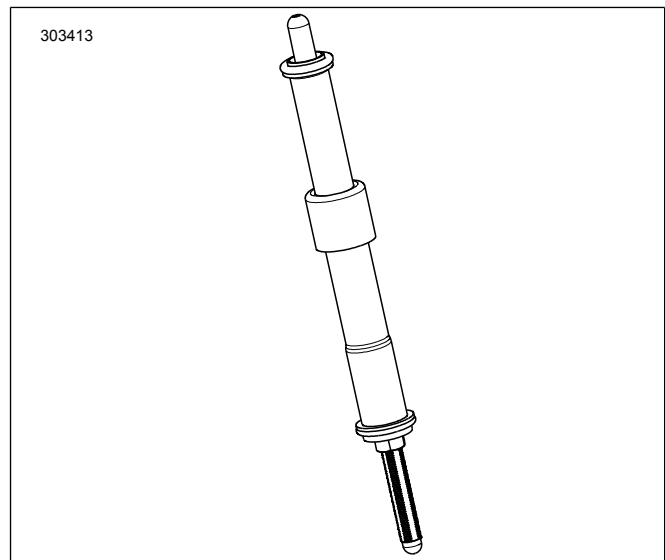

Figura 4. Varilla de empuje instalada en la cubierta de la varilla de empuje
7. Figura 4 Instale las varillas de empuje de admisión en las cubiertas de las varillas de empuje. Reemplace los o-rings, la cubierta inferior de la varilla de empuje y el fijador de la cubierta del resorte con los componentes nuevos suministrados en el kit. Asegúrese de que el extremo ajustador de la varilla de empuje esté hacia abajo.